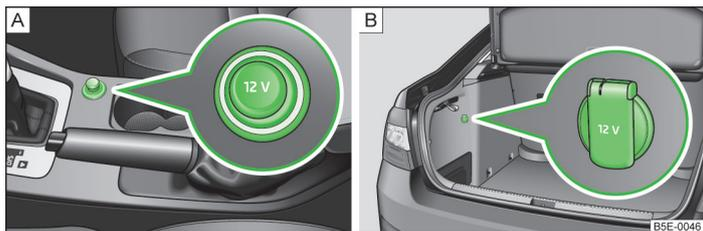

Abb. 66 12-Volt-Steckdose: in der Mittelkonsole vorn / im Gepäckraum
In der Mittelkonsole vorn » Abb. 66 - **A**.
Im Gepäckraum » Abb. 66 - **B**.
► Die Abdeckung der Steckdose abnehmen » Abb. 66 - **A** bzw. die Abdeckung der Steckdose öffnen » Abb. 66 - **B**.